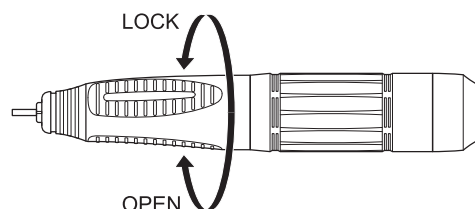

Fig. 7
- 1) Rode o anel de bloqueio da broca no sentido OPEN, mostrada na Fig. 7, até prender com um clique para abrir o mandril.
- 2) Rode o anel de bloqueio da broca no sentido LOCK, mostrada na Fig. 7, até prender com um clique para fechar o mandril. Após instalar a broca, desloque-a para trás e para a frente para garantir que está bem instalada.